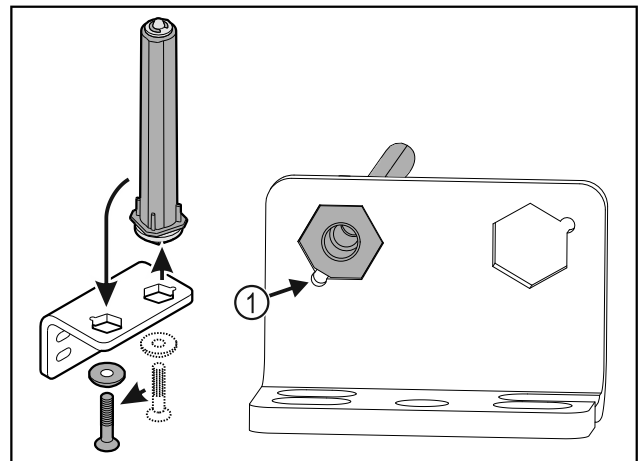

Fig. 35
- ▶ Dbejte, aby při vsazování ukazovalo zešíkmení čepu Fig. 35 (1) ke kulatému otvoru.